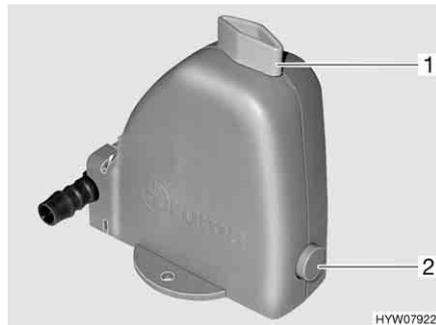

Fig. 167 Valvola di sicurezza/di scarico del boiler
Il boiler è dotato di una valvola di sicurezza/di scarico (Fig. 167). La valvola di sicurezza/di scarico impedisce che l'acqua congeli nel boiler in presenza di basse temperature esterne, quando il riscaldamento dell'autocaravan non è acceso.
- Chiudere la valvola di sicurezza/di scarico. A tal fine ruotare la manopola (Fig. 167, 1) verticalmente rispetto alla valvola di sicurezza/di scarico e premere verso l'interno il bottone automatico (Fig. 167,2).
- Aprire la valvola di sicurezza/di scarico. A tal fine ruotare la manopola (Fig. 167,1) nel senso della lunghezza della valvola di sicurezza/di scarico. Il bottone automatico (Fig. 167,2) scatta all'infuori. Il boiler viene svuotato verso l'esterno tramite la valvola di sicurezza/di scarico.